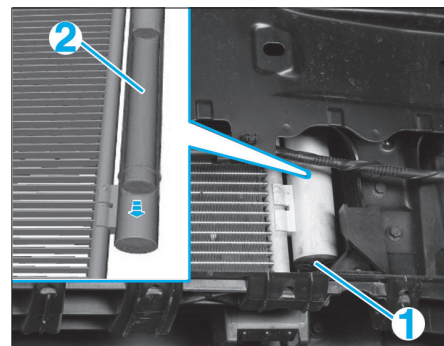

Fig. 5
- Déposer (Fig.5) :
- les vis (1) de la cartouche déshydratante sur le condenseur,
- la cartouche déshydratante (2) par le bas.